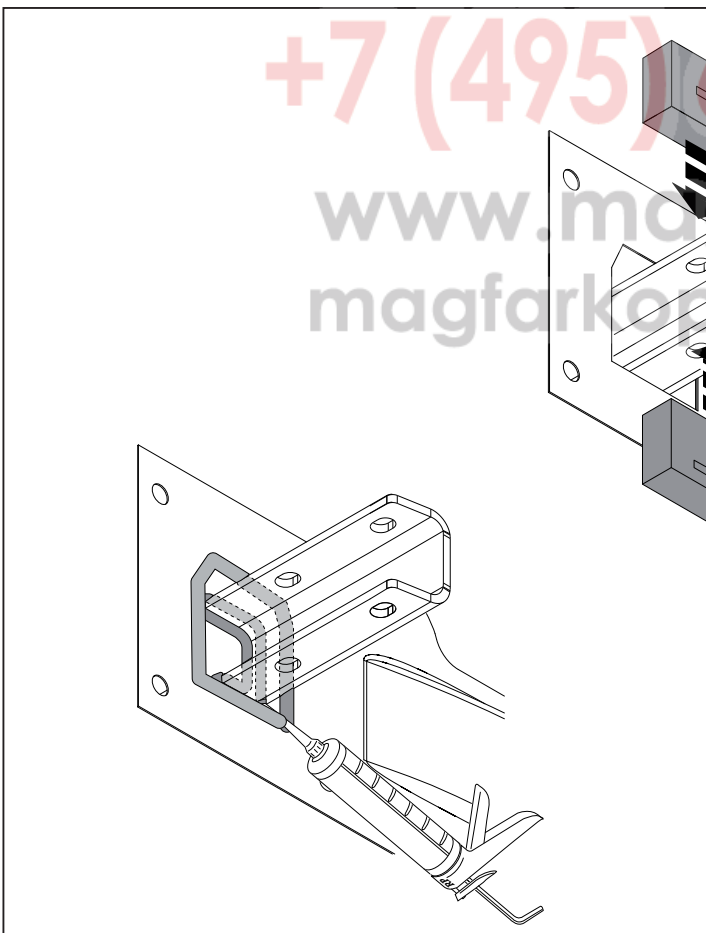

Fig.3
6. Place the four PE foam blocks as spacers in the chassis members. See figure 3.
6. Die vier PE-Schaumblöcke als Dichtung in den Fahrgestellträger einsetzen. Siehe Abbildung 3.
6. Placer les quatre blocs de mousse en polyester en guise de colmatage dans les longerons de châssis. Voir la figure 3.